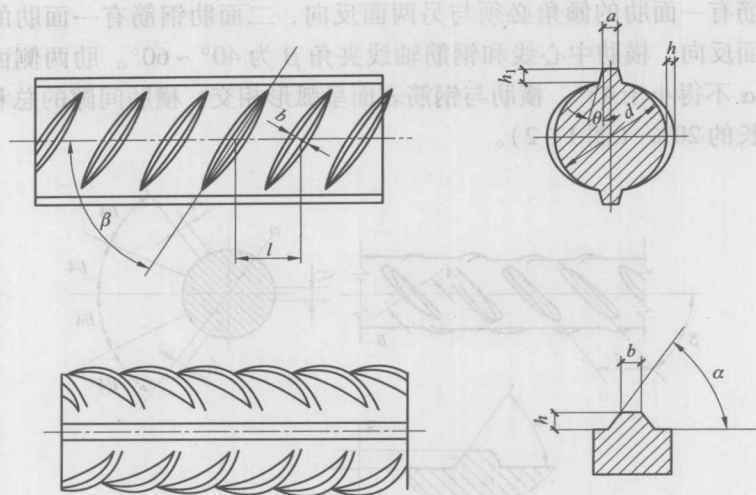

图 1-1 月牙肋钢筋表面及截面形状
(1) 热轧钢筋。热轧钢筋是低碳钢、普通低合金钢在高温状态下轧制而成。钢筋强度提高，塑性降低。热轧钢筋分为光圆钢筋和热轧带肋钢筋两种，如图 1-1 所示。